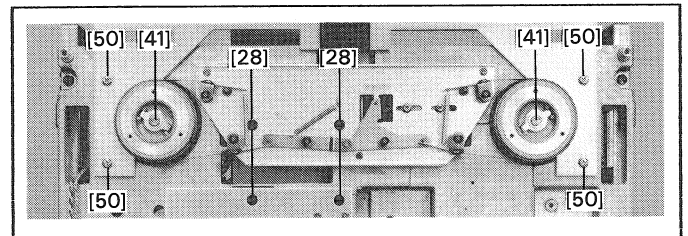

Fig. 21
- Sur les deux tambours de frein, desserrer la vis centrale [41] (fig. 21). En pressant sur le noyau de plongeur de frein, desserrer les freins et soulever soigneusement les tambours avec les disques d'entraînement.